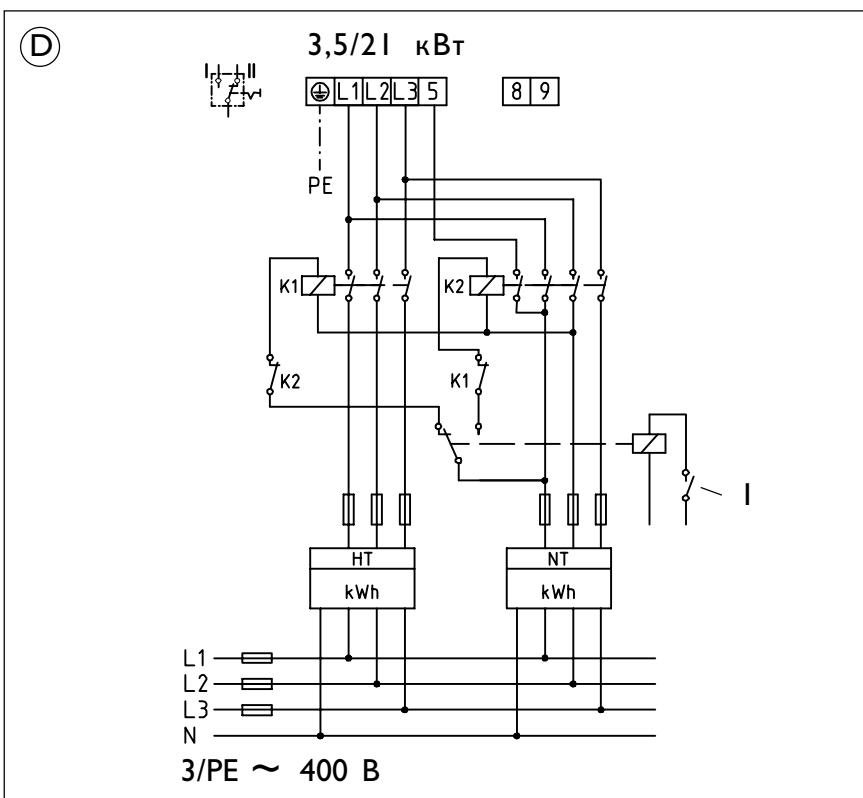

Рис. 14
**(D) Измерение с помощью двух счетчиков, рис. 14**